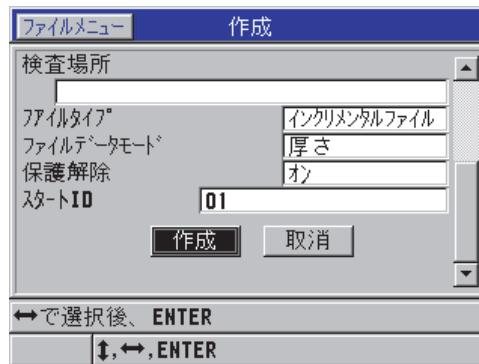

図 6-18 インクリメンタルファイルタイプのための作成画面
- 作成画面で、以下の操作を行います（98 ページの図 6-18 を参照）。